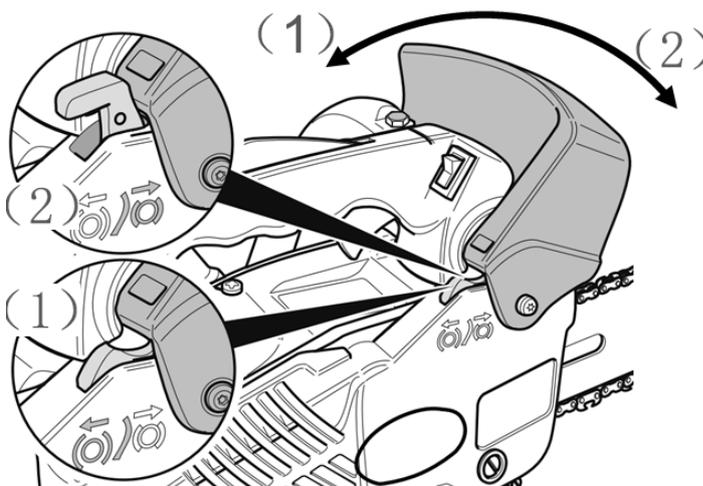
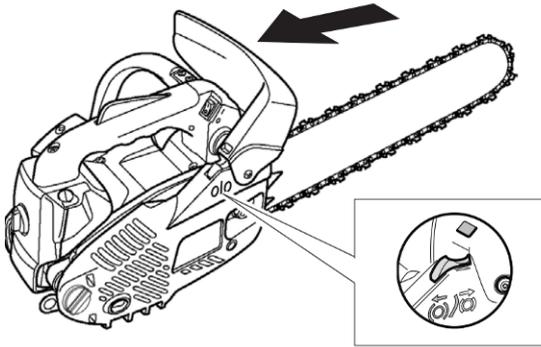

Fig.20
Fig.26
Pour activer le frein de chaîne manuellement, passez le levier protège-main vers l'avant (vers le guide de chaîne) avec la main gauche (1 vers 2, fig. 20).
Tirez le levier protège-main vers vous (2 vers 1, fig. 20) jusqu'à ce qu'il s'enclenche.
**Avant de mettre en marche, Le levier de frein de chaîne est engagé sur le devant Fig.20-(2) Actionne le frein.**
- 8) Tirez le levier de frein de la chaîne en direction des poignées pour libérer le frein de la chaîne.(Fig.26). (Fig.20-(1)*Relâche le frein*)
- S'assurer que le frein de chaîne est désengagé (fig. 26);